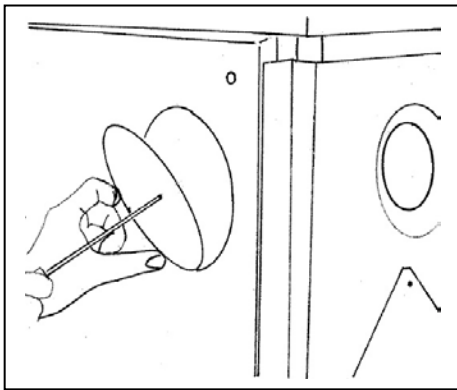

Bild 8
- Emaillierten Verschlussdeckel in der Seitenwand entfernen. Schraube ca. 5 Umdrehungen lockern, Deckel verschieben bis U-Bügel sichtbar wird, Deckel mit U-Bügel herausziehen (Bild 8).